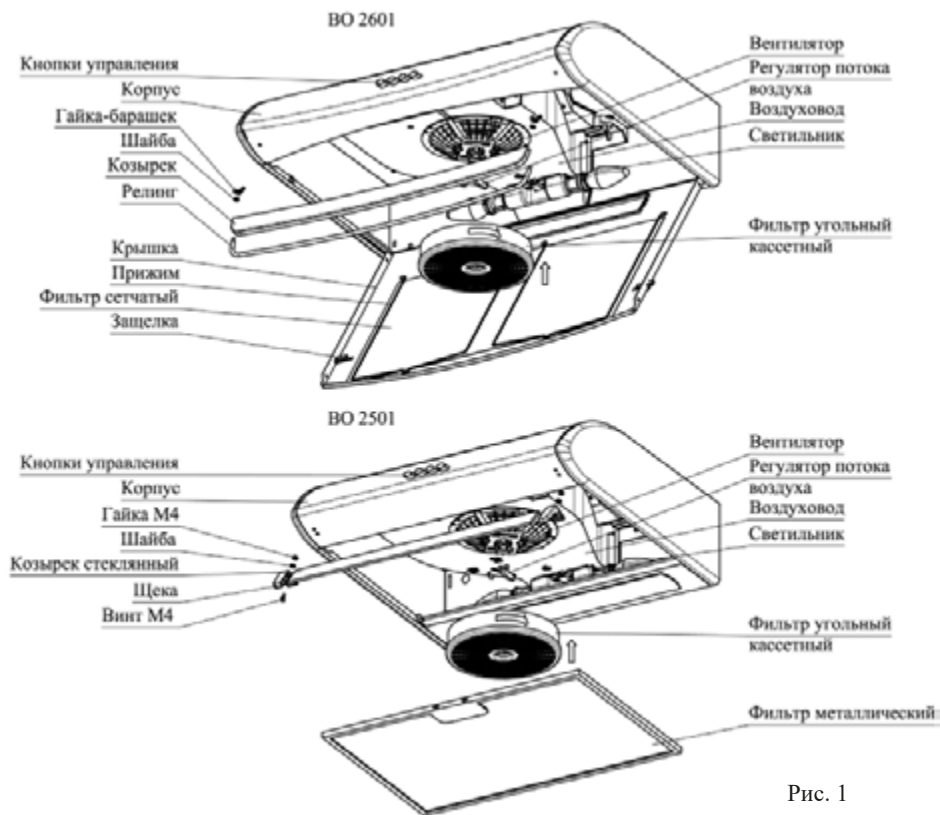

Рис. 1
Внутри корпуса воздухоочистителя (рис. 1) располагаются вентилятор, светильник воздуховод с регулятором потока воздуха. На вентилятор установлен фильтр угольный кассетный. На передней части корпуса расположены кнопки управления работой воздухоочистителем.
- 6.8 **ДЛЯ РАБОТЫ В РЕЦИРКУЛЯЦИОННОМ РЕЖИМЕ** совместите флажок регулятора потока воздуха (см. рис. 1) с рисунком "⏪" на воздуховоде воздухоочистителя. При данном режиме работы отверстие на верхней поверхности воздухоочистителя должно быть закрыто заглушкой (рис. 2).
Для установки фильтра угольного кассетного, оденьте его на фиксирующие элементы в центре вентилятора и поверните по часовой стрелке до упора (рис. 1). Демонтаж производится в обратном порядке.